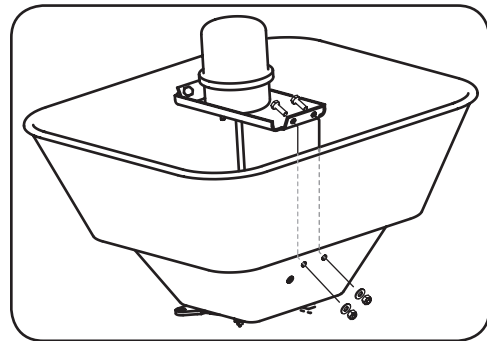

Figure 2-6
1. Sujete la unidad del motor a la parte inferior interna de la tolva; para ello, enrosque cuatro pernos M6 x 20 y establezca la conexión con arandelas planas y tuercas de seguridad M6. Consulte la Figure 2-6.